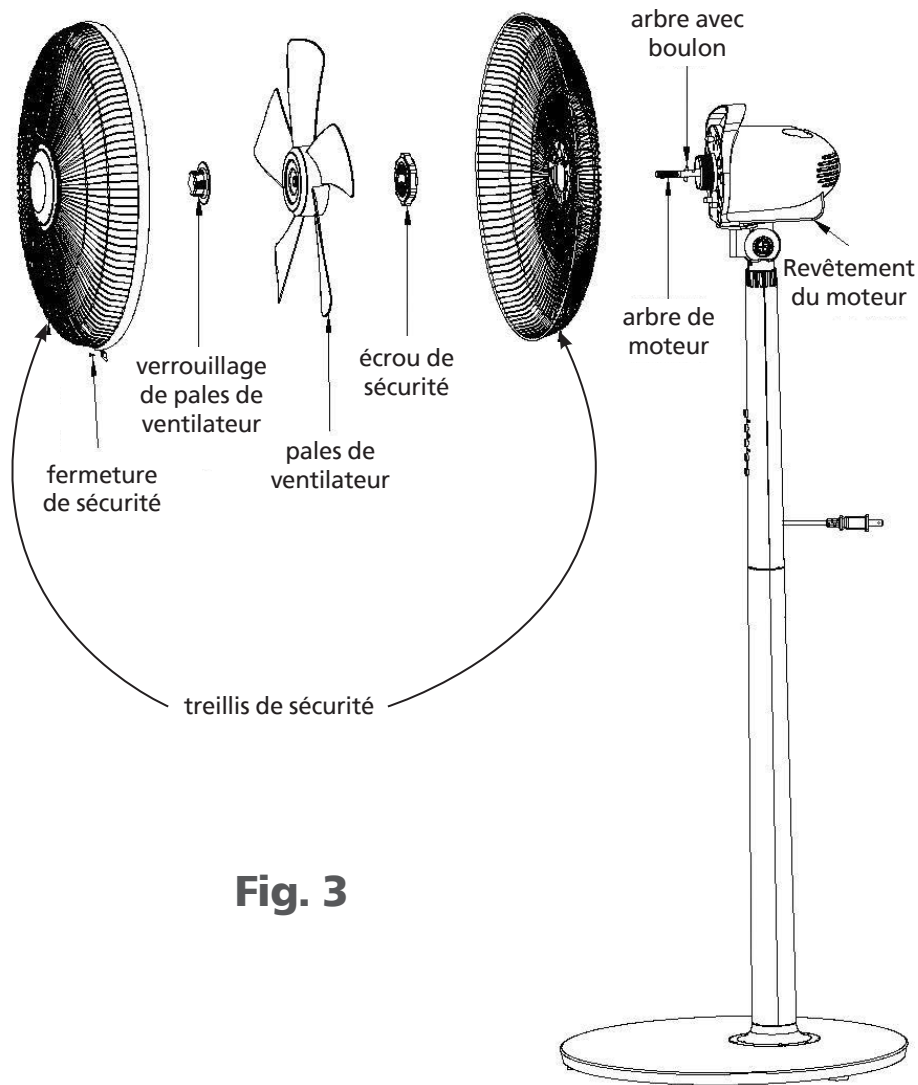

Fig. 3
1. Détachez le verrouillage des pales de ventilateur et l'écrou de sécurité de l'arbre de moteur. Placez le treillis de sécurité arrière sur l'arbre avec le boulon. Attachez le treillis de sécurité avec l'écrou de sécurité sur le bloc moteur (Fig. 3).